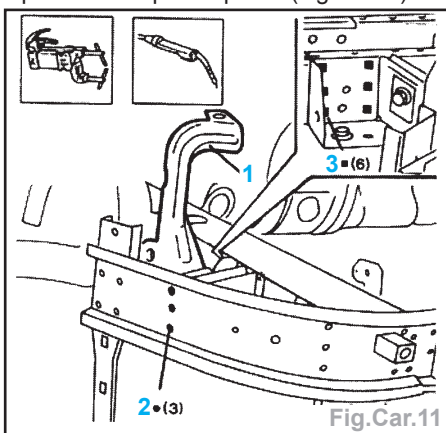

Fig.Car.11
- Mettre en place le support et le souder par points et remplir les points (Fig.Car.11).